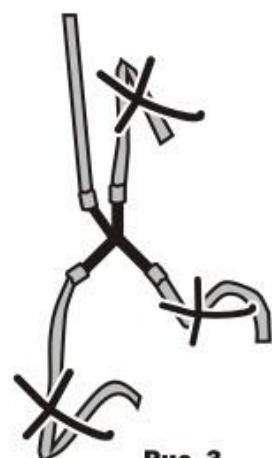

Рис. 3
**Не допускается провисов, перегибов, переламываний всех Шлангов {7}, {8}, {14}. /⚠/ рис. 3**
**Не допускается провисов, перегибов, переламываний всех Шлангов /⚠/ (рис. 3).**
Пусковой Насос 1 работает, но вода не подается к капельницам:  НЕ ОСТАНДИЛВАЕТСЯ ПОЛИВ, хотя реверсный Насос 2 работает:	Проверьте (все по п.2, стр.4), места с /⚠/: - не засорился ли насос – прочистить насос; - закреплен ли насос на дне бочки – закрепить на присосках. - не провисли ли / не переломились шланги (см. рис. 3) Выбрана ли слабина шланга {14}.